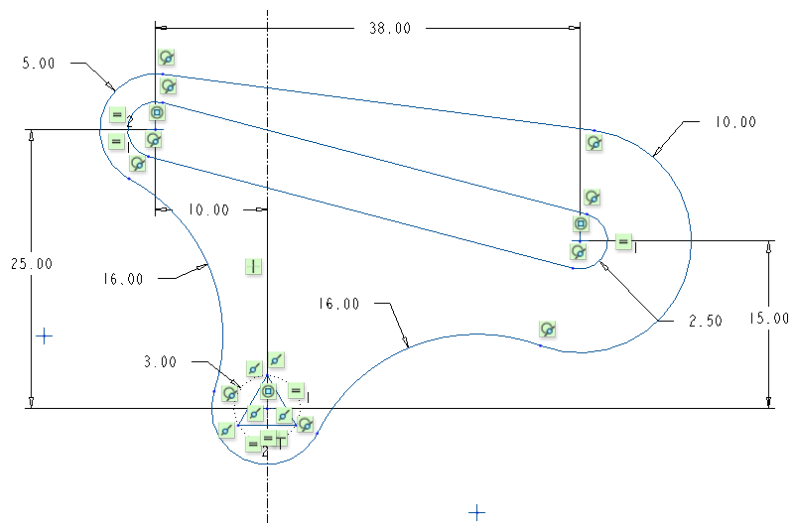

图 2-102 上机练习 2
10) 新建一个草绘文件，在草绘器中绘制图 2-102 所示的二维图形。